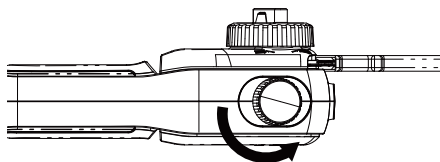

Fig. 14
2. Limpie la zona alrededor del tapón del depósito de aceite con un paño y desenrosque el tapón girándolo en sentido contrario las agujas del reloj. (Fig. 14)